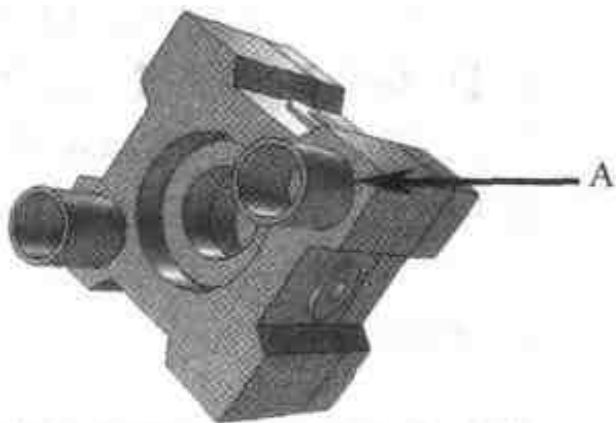
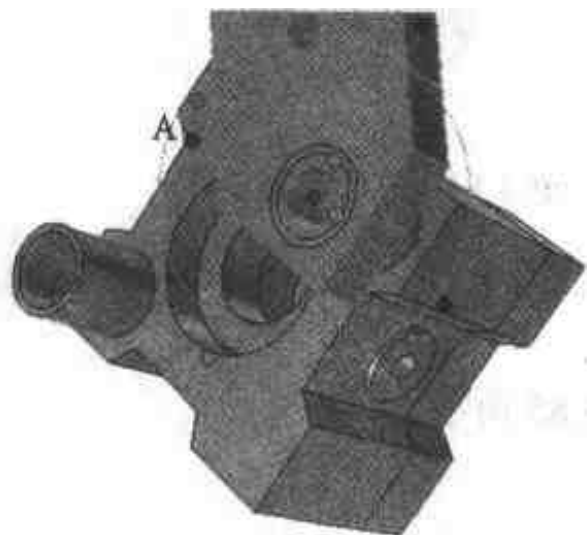

图 3.86 装配支承衬套
图 3.87 定位回转板零件
- (4) 按 F10 键，关闭【三维球】命令，结果如图 3.86 所示。
- (1) 单击【插入零件/装配】按钮，在随书所附光盘的 score\example\jixie\3\钻模装配文件夹找到 8 回转板.ics 文件，单击【打开】按钮。
- (2) 在【设计树】中选择【8 回转板】，然后单击【三维球】按钮，右击三维球的中心，选择【到中心点】命令，单击如图 3.86 所示的圆周(A)，结果如图 3.87 所示。
- (3) 单击如图 3.87 所示的手柄(A)，当光标在三维球内移动位置时，光标变为小手状，按住左键逆时针旋转一定角度，右击显示的角度，将角度改为  $90^\circ$ 。
- (4) 单击如图 3.87 所示的手柄(A)，向左移动一定的距离，右击显示的数值，将距离改为 8。